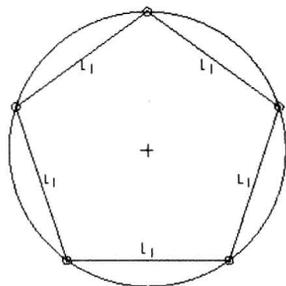

图 1-5 绘制正五边形
- (3) 在各边之间加入相等约束条件, 使五边形成为正五边形, 如图 1-5 所示。